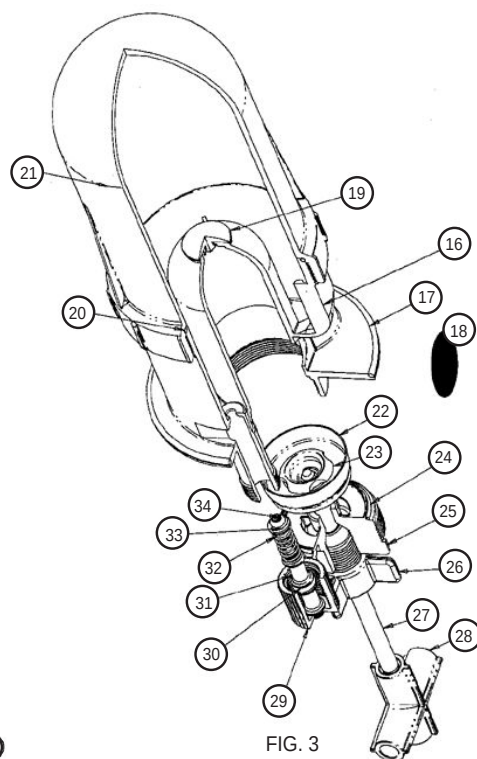

FIG. 3
1. Dévisser la vanne de commande de pression (fig. 3, réf. 29) pour faire tomber la pression.
5. Sortir le carter de la pompe (fig. 3) de la cavité du réservoir.
6. Vérifier si le joint torique (fig. 3, réf. 17) est endommagé ou usé. Le remplacer selon le besoin.
7. Vérifier qu'il n'y a pas de saleté ni de débris dans la crépine (fig. 3, réf. 18). La rincer avec de l'eau claire ou la remplacer, selon le besoin.
8. Dévisser et déposer le bouton de réglage de la vanne de pression (fig. 3, réf. 29). Vérifier qu'il n'est pas endommagé ni usé. Le remplacer selon le besoin.
9. Dévisser la chambre de pression (fig. 3, réf. 21) du cylindre de la pompe (fig. 3, réf. 16). Vérifier que le joint torique (fig. 3, réf. 20) n'est pas usé. Le remplacer selon le besoin. Déposer le clapet de non-retour (fig. 3, réf. 19) en haut du cylindre de la pompe. Vérifier qu'il n'y a pas de débris ni de rayures sur toutes les surfaces d'étanchéité de la vanne et du cylindre. **Il est important que ces surfaces restent propres, autrement il n'est pas possible de faire monter la pression.** Remplacer le clapet de non-retour selon le besoin.
10. Dévisser l'écrou de la pompe (fig. 3, réf. 25) pour exposer le dispositif de retenue de la coupelle de la pompe (fig. 3, réf. 22 et 23). Vérifier avec soins qu'il n'y a pas de rayure ni de fissure sur la surface externe de la coupelle. Vérifier également qu'il n'y a pas de rayure sur la paroi du cylindre. Une usure excessive de la pompe diminue son rendement. Remplacer selon le besoin.
11. Enlever l'écrou de la garniture (fig. 3, réf. 26) de l'écrou de la pompe (fig. 3, réf. 25). Vérifier qu'il n'y a pas de rayure sur les surfaces d'étanchéité de la tige et de l'écrou. Les remplacer selon le besoin.
12. Vérifier que le joint torique de l'écrou de la pompe (fig. 3, réf. 24) n'est pas endommagé ni usé. Le remplacer selon le besoin.
POMPE (FIG. 3)
POMPE (SUITE) (FIG. 3)